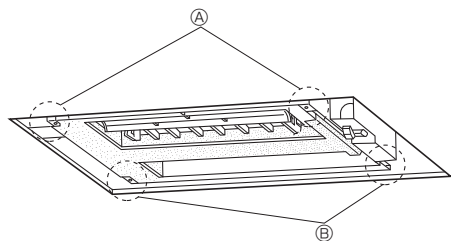

Fig. 5-2
①	Grille	1
②	Vis	6	M5 × 0,8 × 16
③	Vis	1	4 × 16
- ④ Points d'attache de la grille
- ⑤ Bassin d'écoulement
- ⑥ Points d'attache de la grille
- ⑦ Emplacements prévus pour attacher la grille avant.
- ⑧ Appareil intérieur
- ⑨ Vérifier si ces surfaces sont bien au même niveau (tolérance de 0 à 3 mm).
- ⑩ Surface du plafond
5.2. Vérification avant la mise en place (Fig. 5-2, 3)